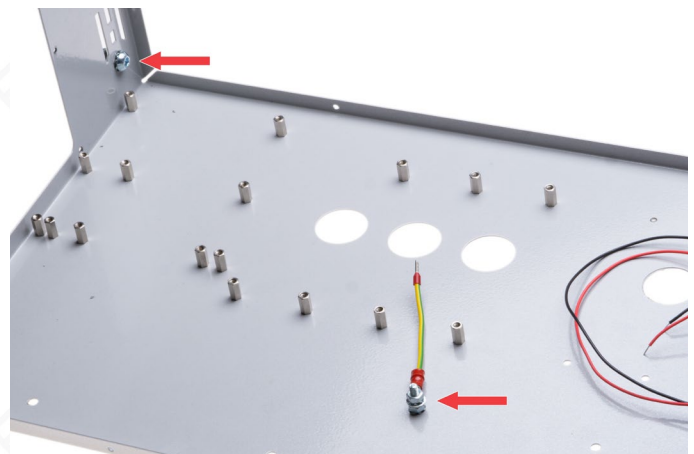

Bild 6: Lage der Erdungsverbindungen
- Entfernen Sie jeweils innen und außen 2 mm um die Bohrungen für die Funktionserdungsschrauben (FE) herum den Lack.
- Montieren Sie die interne Erdungsschraubung aus der Schraube 33, der Scheibe 36, den Zahnscheiben 38, den Muttern 40 sowie dem Erdungskabel 26 wie in Bild 6 und 7 gezeigt.